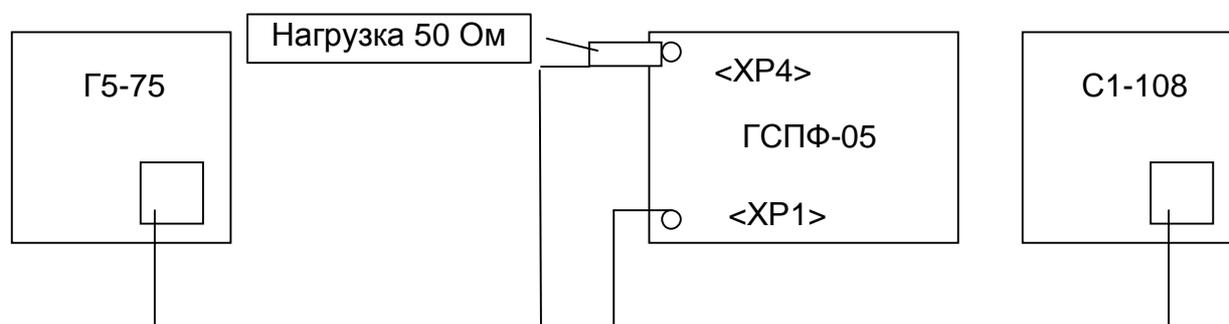

Рис. 7. 18
7.5.3.13.1 Собирается измерительная схема так, как показано на Рис. 7. 18.
На генераторе Г5-75 устанавливают частоту меандра 1 кГц, ТТЛ уровень сигнала, полярность положительная, режим запуска однократный. Выход генератора Г5-75 подключают к входу внешнего запуска ГСПФ-05 согласно Рис. 7. 18.